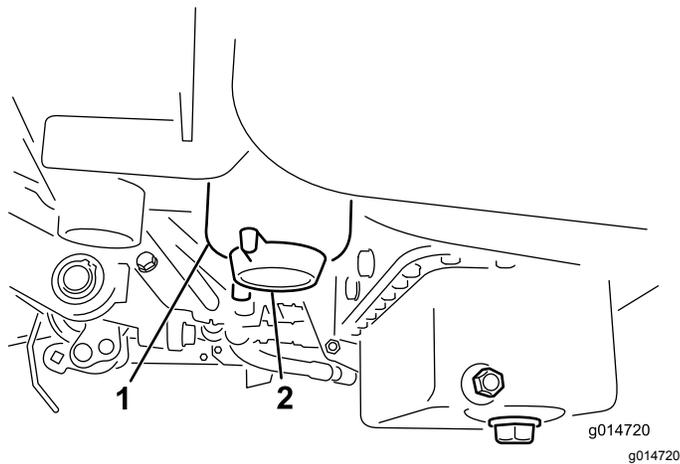

図 37
2. フィルタ容器(図 37)の周辺をウェスできれいにぬぐう。
4. フィルタのドレンプラグを開く 図 37。